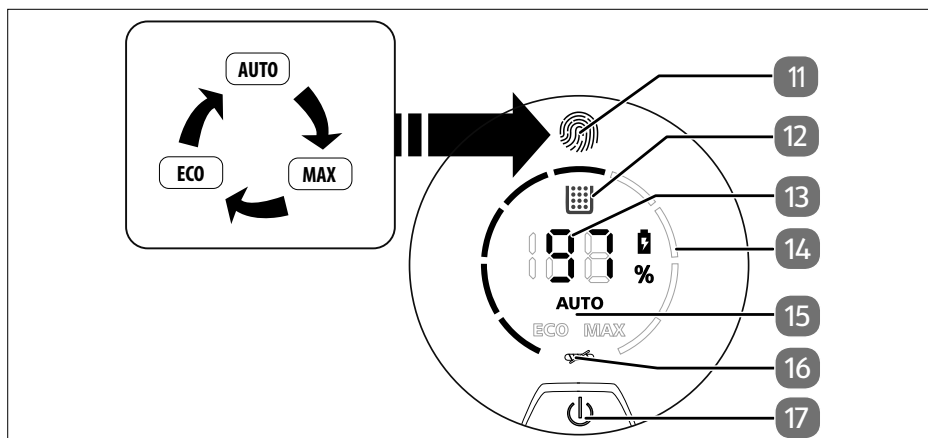

Fig. 2
- ▶ Touchez le panneau de commande  pour régler le mode de fonctionnement sur **AUTO/MAX** ou **ECO** (15). La puissance respective du moteur est indiquée sur le panneau d'affichage (voir fig. 2).